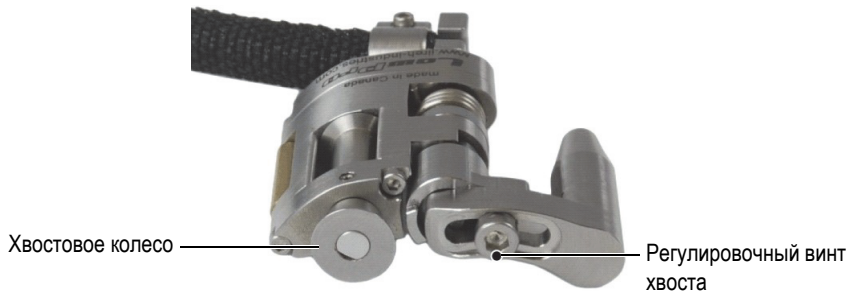

Рис. 2-7 Регулировочный винт хвоста
- a) Ослабьте регулировочный винт (см. Рис. 2-7 на стр. 40) примерно на пол-оборота, так чтобы механизм регулировки длины свободно двигался.